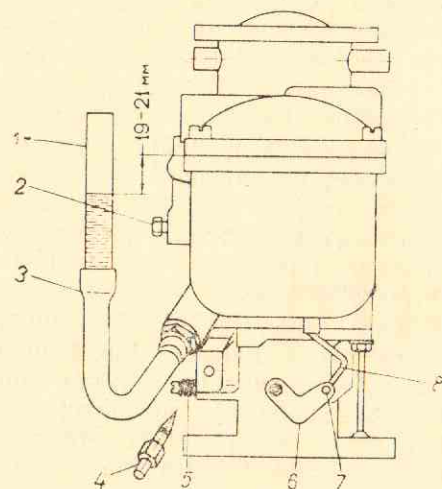

Рис. 6. Замер уровня бензина в поплавковой камере
9. Необходимо правильно регулировать уровень бензина в поплавковой камере, который должен быть на 19—21 мм ниже плоскости разъема карбюратора. Проверка производится с помощью резиновой и стеклянной трубок. Внутренний диаметр стеклянной трубки должен быть не менее 9 мм (рис. 6). При проверке уровня следует бензин подкачивать ручным ры-